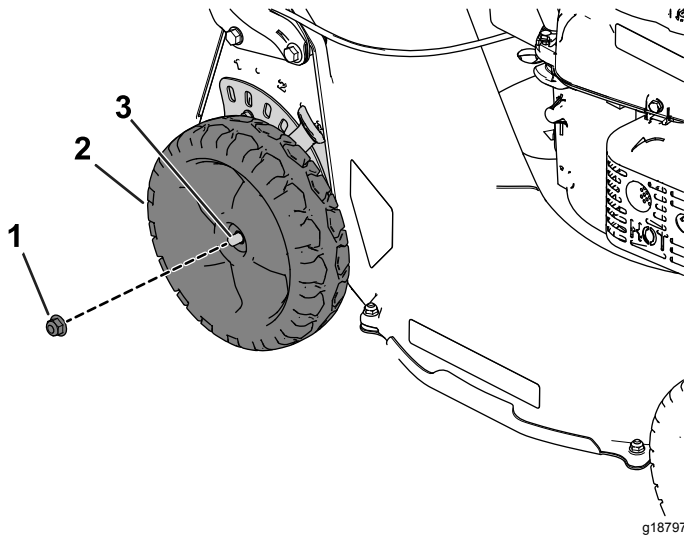

Figura 2
- 1. Afloje y retire la tuerca del eje; guarde la tuerca (Figura 2).
6. Utilice la tuerca que retiró anteriormente para sujetar la rueda al eje (Figura 2).